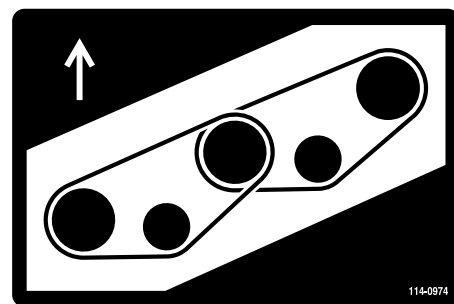
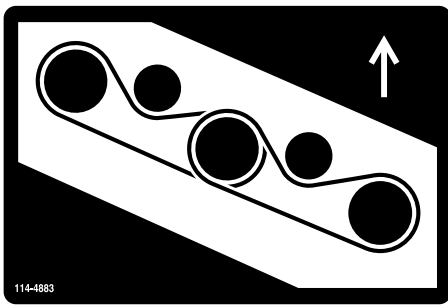

Bild 131
Bild 132
7. Verlegen Sie den neuen Riemen um die Spindelscheiben und die Spannscheiben (**Bild 131** und **Bild 132**).